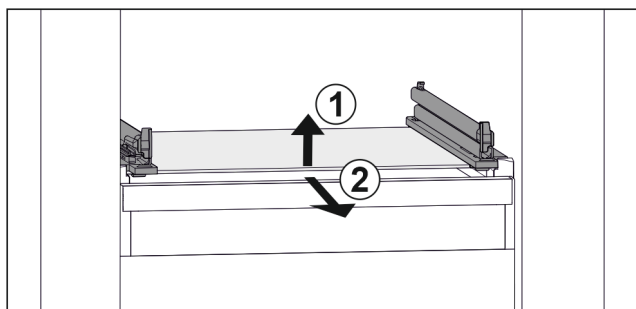

Fig. 45 Příklad znázornění skleněné desky
- Nadzvedněte skleněnou desku vpředu. Fig. 45 (1)
- Vyjměte skleněnou desku dopředu. Fig. 45 (2)